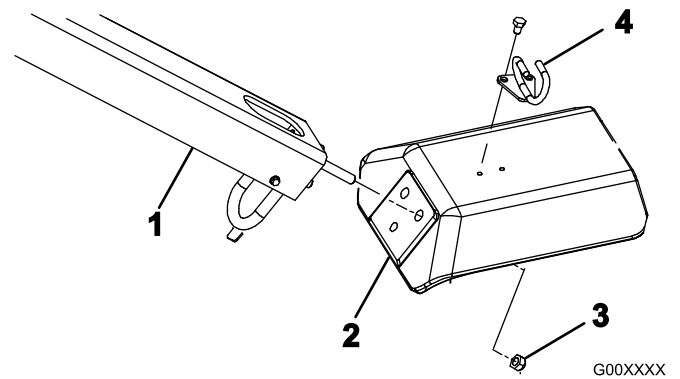

Figure 4
2. Insérez les goujons de fixation du timon dans les trous de la fourche (Figure 4).
3. Fixez les goujons à la fourche avec 3 contre-écrous (1/2 po) (Figure 4)
5. Montez le guide-câble en haut de la fourche avec 2 boulons (5/16 x 1/2 po) (Figure 4).